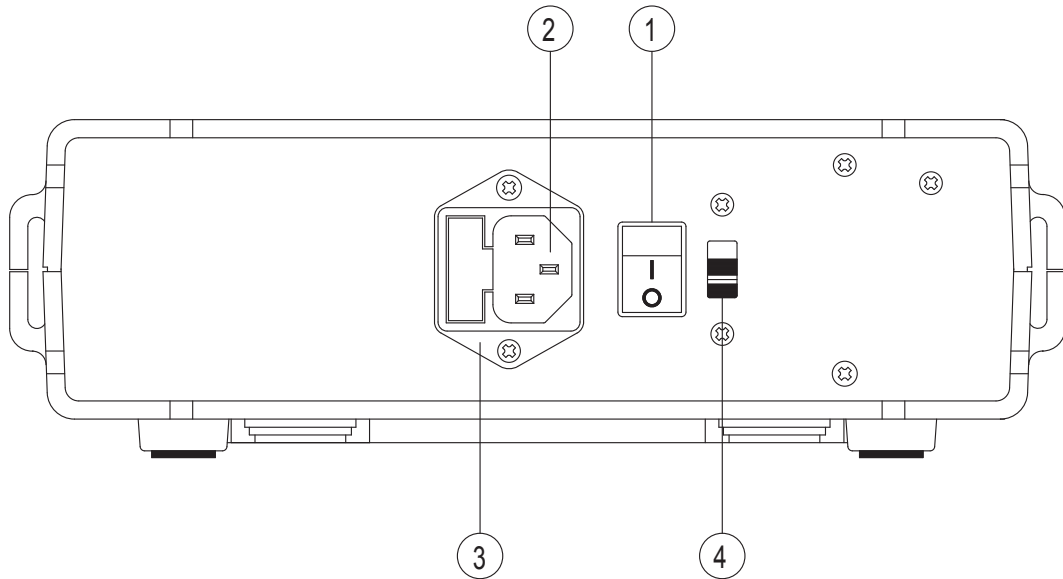

Figura 2. Controles y conectores
Consulte la figura 2 para ver la ubicación de los controles y conectores del panel trasero.
2. Observe la figura 2. Localice el soporte del fusible de red en el panel trasero.